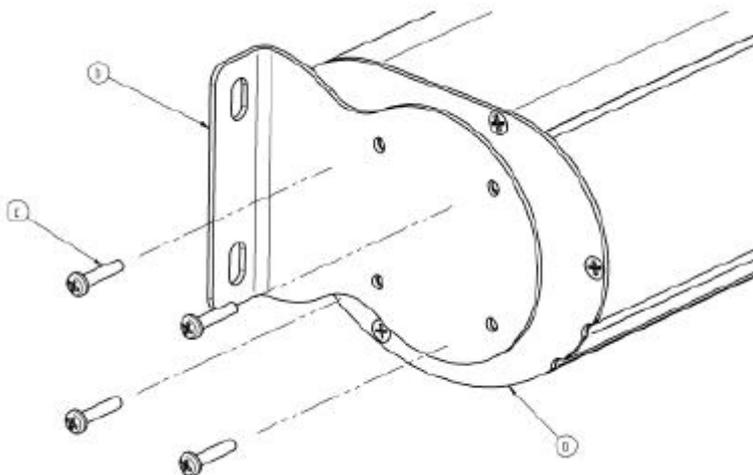
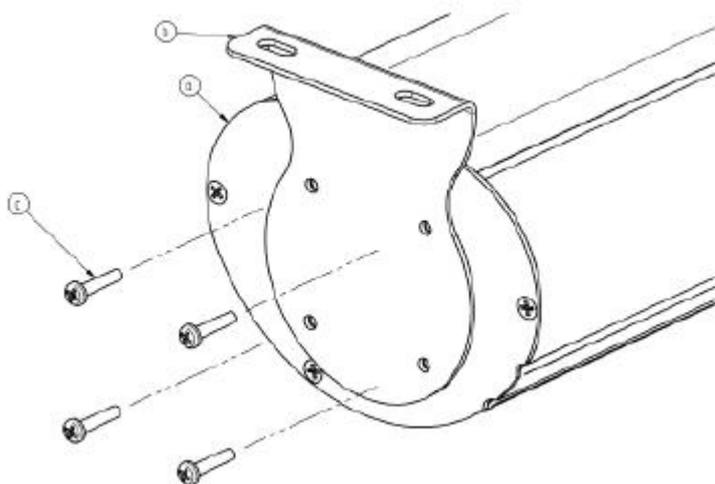

Рис.1
Рис. 2
1) Используйте винты (с) чтобы закрепить монтажные пластины в нужном положении (b) с двух сторон корпуса (a) для монтажа на стене (рис. 1) или потолке (рис. 2)
Рис. 2а
Рис. 2б